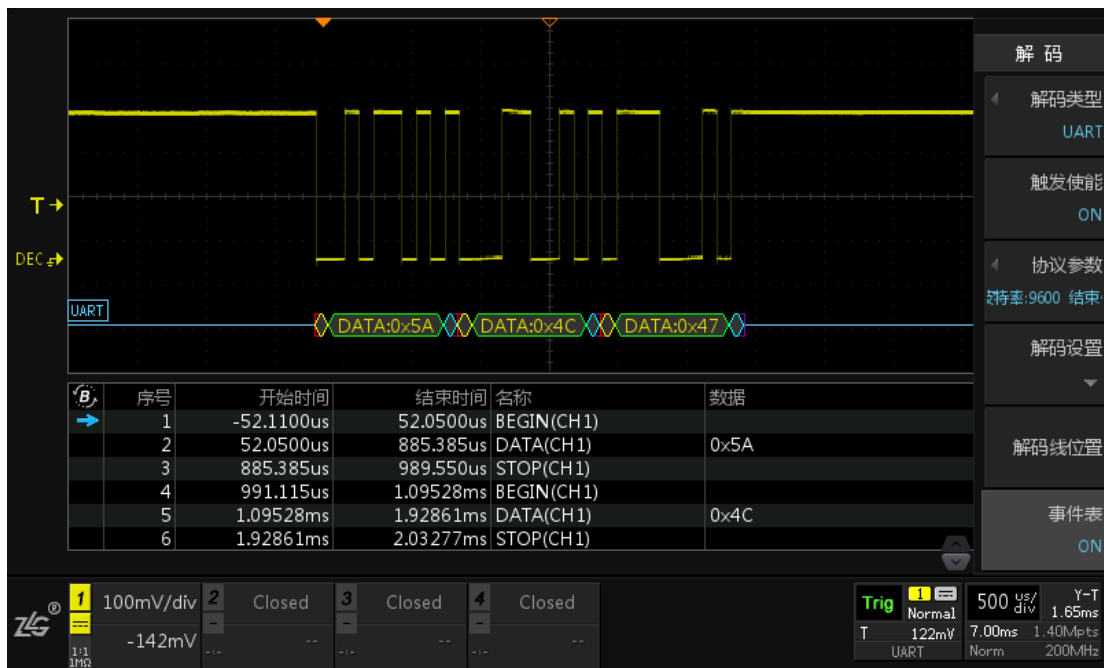

图 15.38 UART 协议触发与解码
- 6、按下【事件表】软键，使其显示“ON”，用户可以通过查看事件表更清晰地了解 UART 协议信号。同时可以通过旋转旋钮 B 来查看各个事件，在停止状态下，短按旋钮 B 可定位到选中的解码事件。如图 15.38 所示。在停止状态下可点击【事件导出】，具体可参考 22.4.1 报表生成。
- 7、UART 协议触发设置条件为 8 位数据位宽，触发数据为 0x5A（字符显示为 Z），波特率为 9600，1 位结束位宽，无校验模式，数据模式为默认的 LSB，电平无反相。由图 15.38 中所示可知 UART 协议触发点准确定位在数据 0x5A。